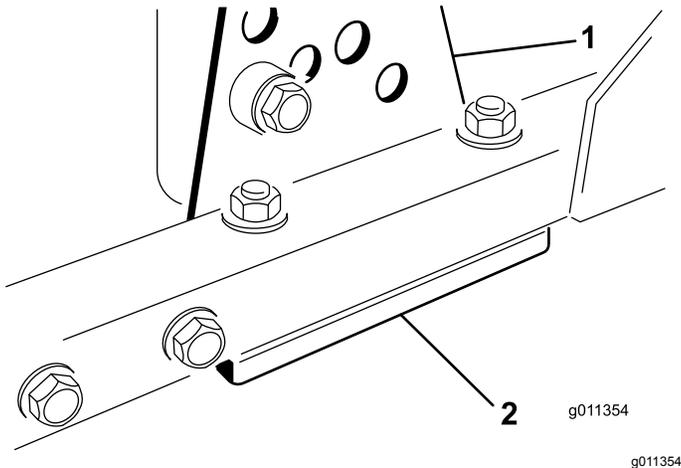

Figura 58
1. Togliete la staffa dell'altezza di taglio (anteriore, sinistra o destra) dal telaio del piatto di taglio (Figura 58).
2. Regolate gli spessori di 1,5 mm e/o 0,7 mm fra il telaio del piatto di taglio e la staffa per ottenere l'impostazione dell'altezza desiderata (Figura 58).